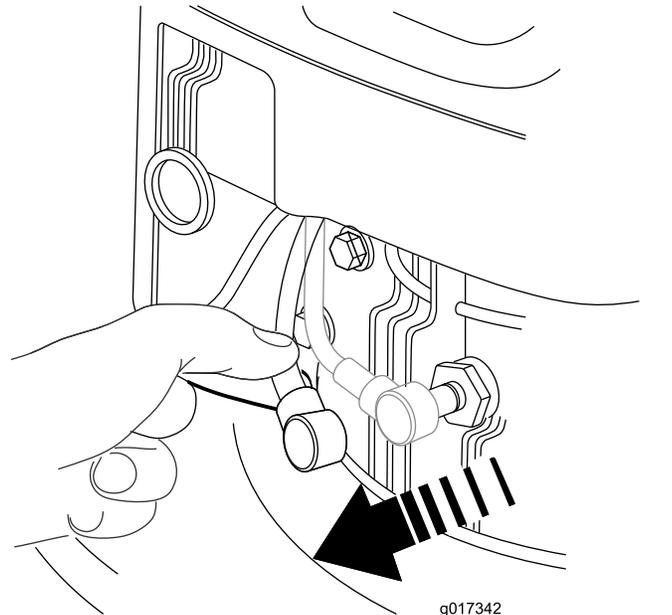

图19
2. 在执行任何维护程序之前应断开火花塞上的火花塞电线 图19。